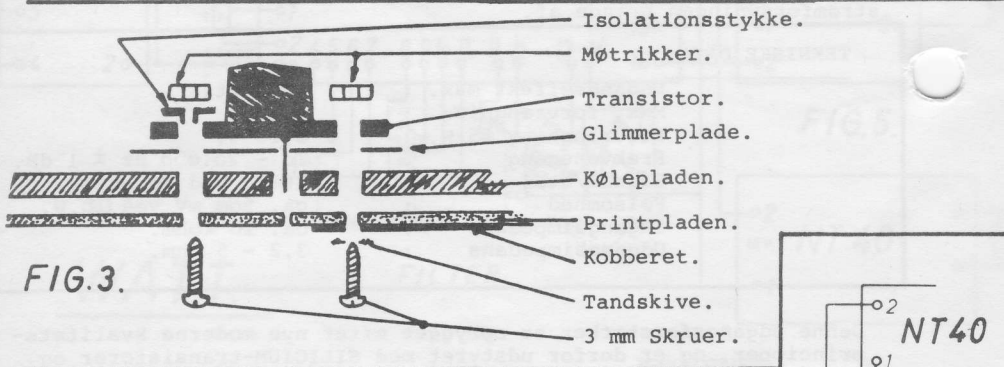

FIG. 3.
5. Transistor T5 monteres derefter som Fig.3, Husk glimmerplade og isolationsstykke.